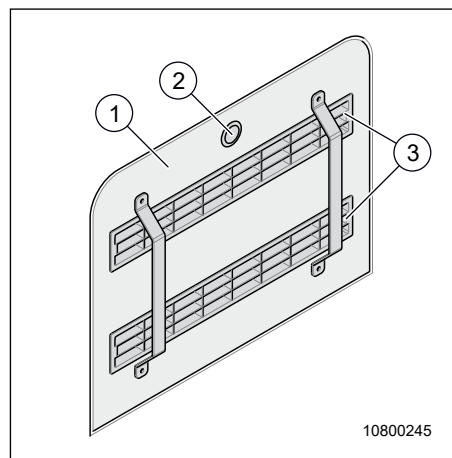

Fig. 53 Portillon du chauffage
→ Placer des objets devant ou recouvrir la grille de ventilation (Fig. 53, pos. 3) cause une surchauffe et cause des dégâts aux composants avoisinants.
- Ouvrir le portillon (Fig. 53, pos. 1) en poussant sur la fermeture push-lock (Fig. 53, pos. 2).